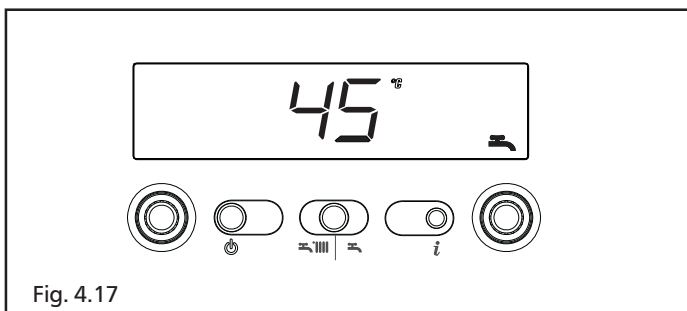

Fig. 4.17
**Info 4** visualizza la temperatura dell'acqua sanitaria settata (fig. 4.17)